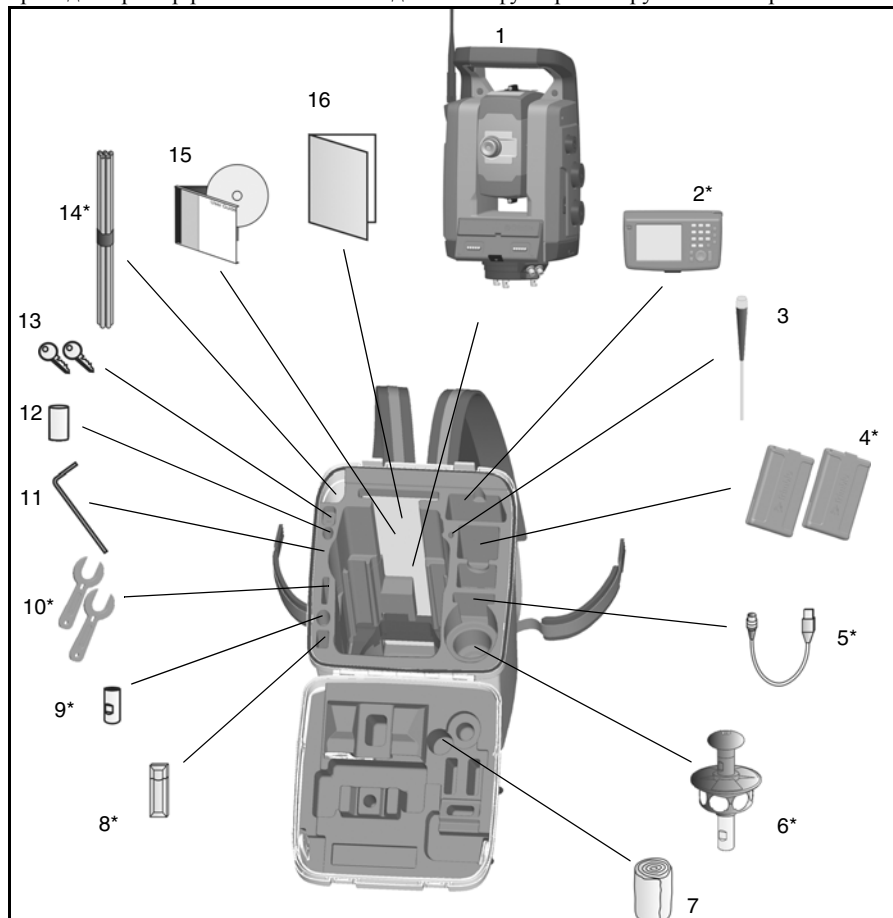

Рис. 2.1. Расположение деталей в футляре инструмента
При распаковке инструмента проверьте наличие всех заказанных предметов. Ниже приведен пример расположения всех деталей в футляре инструмента. См. рис. 2.1.
***Примечание.** Некоторые предметы, показанные на рис. 2.1, являются дополнительными и не все предметы входят в комплект поставки инструмента, некоторые предметы поставляются в комплектах принадлежностей.*
Внимание. При перевозке инструмента убедитесь, что контроллер Trimble CU не подключен к инструменту. Во избежание повреждения инструмента храните контроллер Trimble CU в специальном отделении транспортировочного контейнера. См. Рис. 2.1.